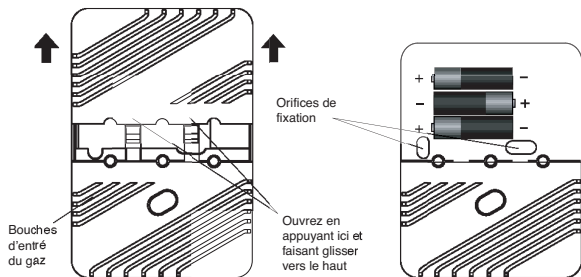

Figure 5a
Lorsque vous avez choisi un emplacement adéquat, ouvrez le compartiment pour piles en faisant glisser le couvercle vers le haut, comme illustré à la figure 5a.
- (i) Retirez le couvercle du compartiment pour piles comme illustré à la figure 5a.